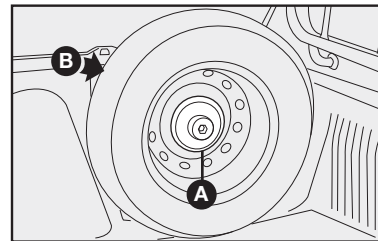

fig. 12
- Según la versión, afloje completamente la tuerca de fijación de la rueda de repuesto **A-fig. 12, 13, 14 ó 15** y saque la misma de su alojamiento **B-fig. 12, 13, 14 ó 15**.
Coloque la rueda sustituida en uno de sus alojamientos (en la cabina de pasajeros o en el compartimiento de carga) fijándola adecuadamente con la tuerca de sujeción **A-fig. 12, 13, 14 ó 15**.